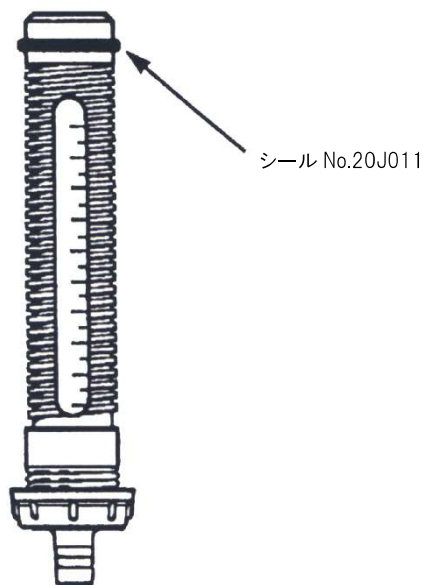

図 12
- 1) 水溶性肥料を用いて溶液を調合する場合は、注入部の全体を定期的に分解して水で十分に洗い、シール（No.20J011 図 12）に前もってシリコーン（潤滑剤）を塗布してから組立て直してください。